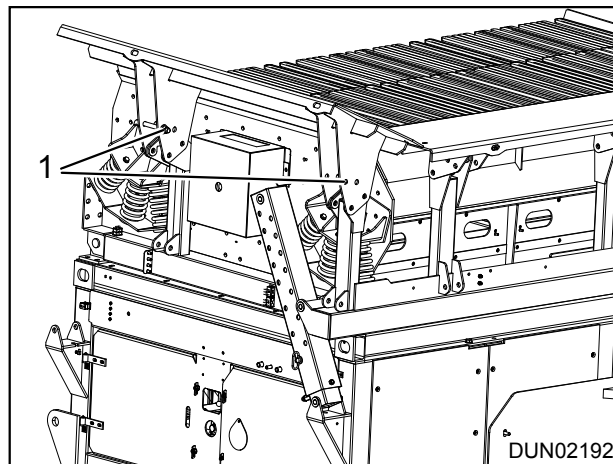

Figure 6.6 - Zijklep van het trilrooster
3. Met een mechanisch hulpstuk haalt u de roosterkleppen omhoog en zet u de bouten (item 1) terug op hun plaats, zie afb. 6.6.